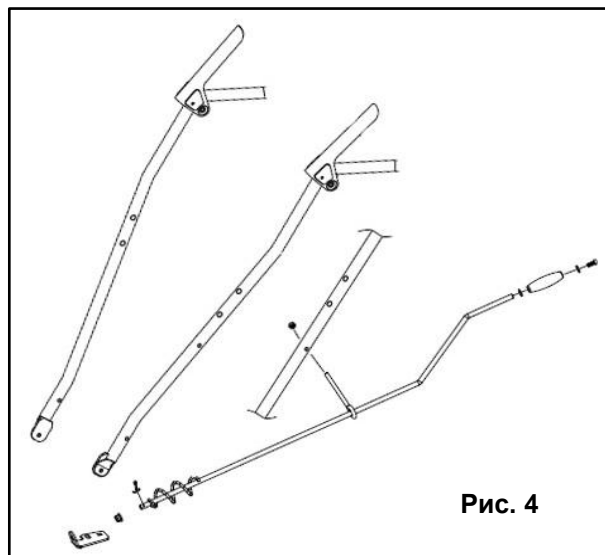

Рис. 4
- Установите рычаг привода снегоотвода (См. Рис. 4). Резиновое кольцо устанавливается на ручке, на корпусе снегоуборочника рычаг закрепляется зажимом.